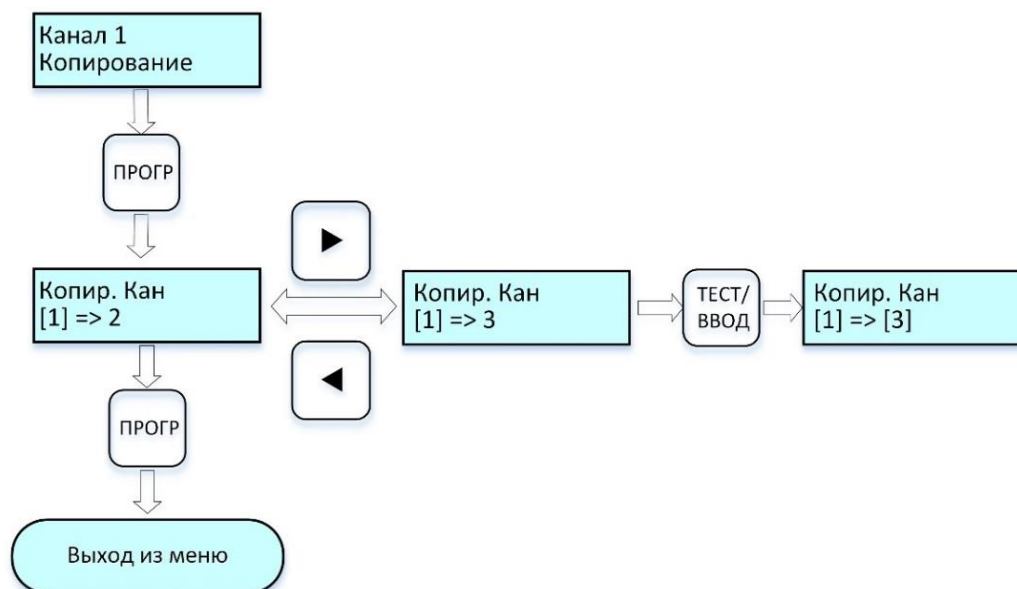

Рисунок 17 – Циклограмма выводимых сообщений на дисплей при копировании настроек канала
2.6.6.2 Для копирования настроек выполнить процедуры по циклограмме рис. 17: